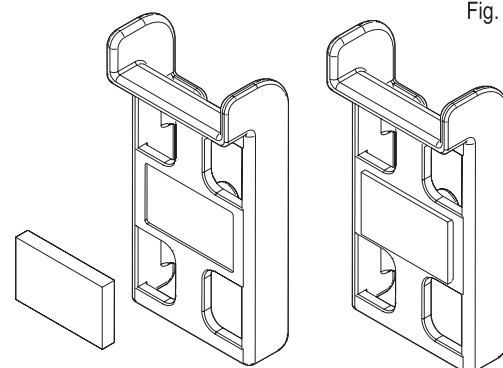

Fig. 9
4. Coller la bande adhésive à double face à l'endroit indiqué sur le guide-câble pour rebord (Fig. 9).